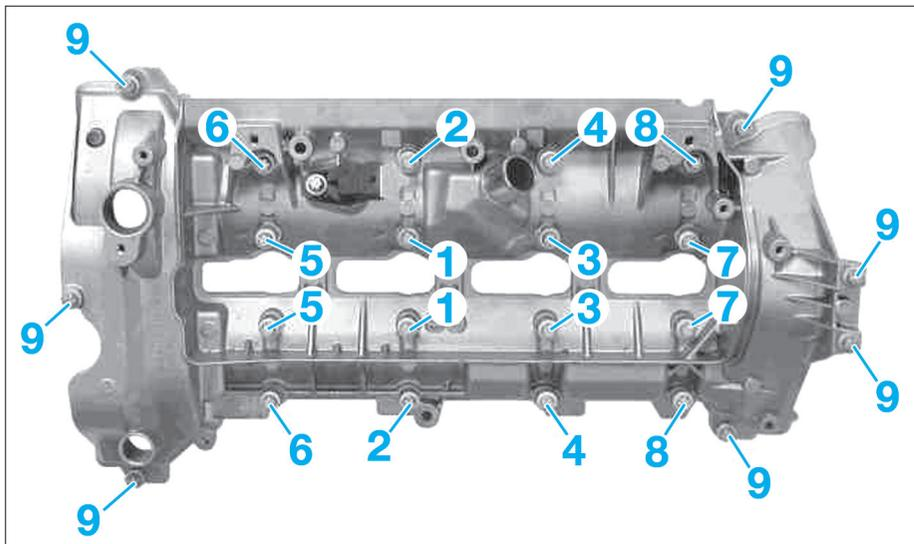

FIG. 18
- Déposer le couvre-culasse dans l'ordre inverse indiqué (Fig.18).